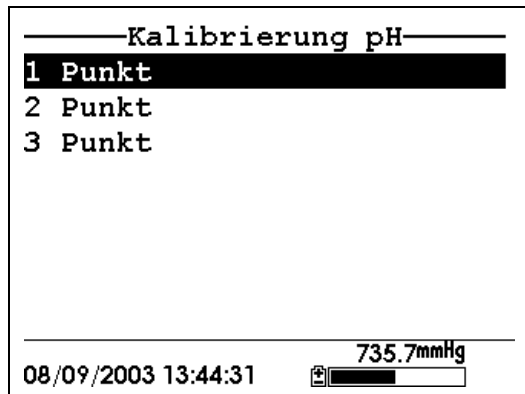

Abbildung 6.12 Kalibrieren-Bildschirm
- 17.** Drücken Sie **Enter**. Dadurch gelangen Sie zum Kalibrieren pH-Bildschirm zurück, siehe Abbildung 6.12 Kalibrieren-Bildschirm.